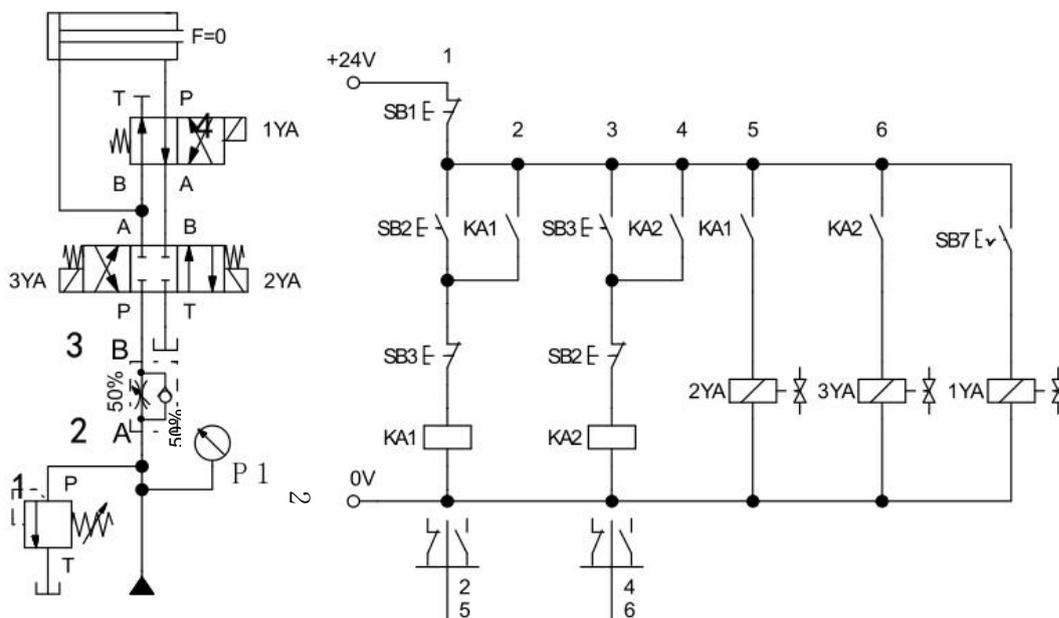

图 H1-1-3 差动连接工作进给快速回路的液压回路和电气控制线路图
(1) 任务描述：电器控制线在液压实训系统中液压缸差动连接搭建能实现快进和工作进给的调速回路，液压回路和路如下图H1-1-3 所示。